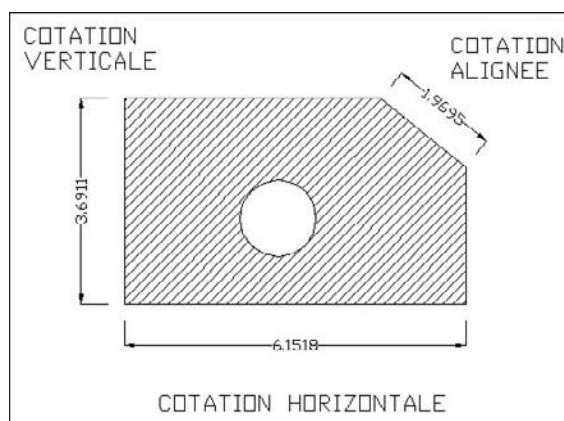

Fig.9.13
- 1 Exécuter la commande cotation à l'aide d'une des méthodes suivantes (fig.9.13) :